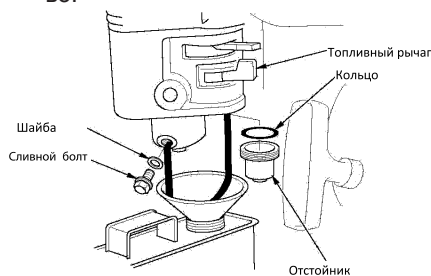

Рис.20 Слив топлива из карбюратора
1. Поместите подходящую емкость для топлива под карбюратор, и используйте воронку, чтобы избежать утечки топлива (Рис.20).